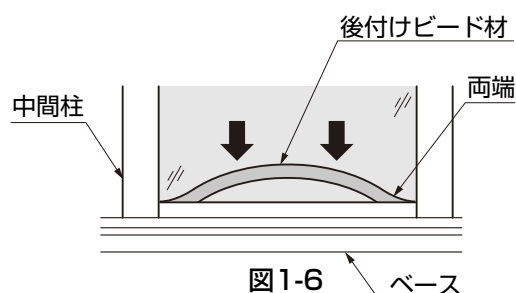
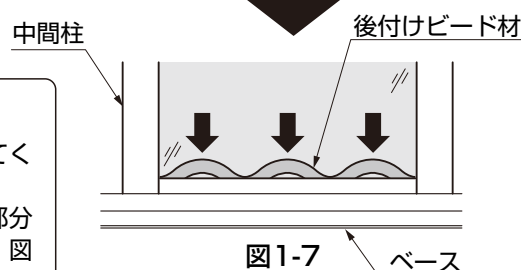

図1-6
図1-7
- 後付けビード材を取付ける際は、図1-6のように取付ける面の中心部分をたるませた状態で、両端部分および中間の1~2箇所を先に押込み、図1-7のようにたるみ部分の中心から広げるように押込んでいきます。